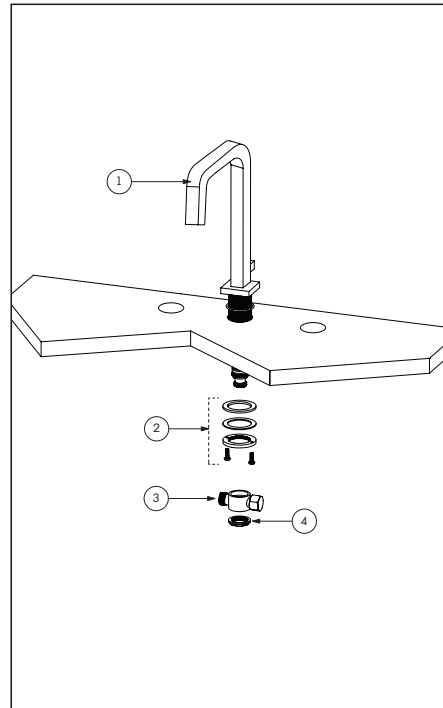

Fig.2
Insert the faucet (1) into the hole of your sink or countertop and secure with retainer kit (2). Install the joint "T" (3) in the base of the faucet and secure it in position using the ring fastener (4). Fig. 2.
Insérer le robinet (1) dans le trou du lavabo ou du comptoir et fixer le avec l'ensemble de retenue (2). Installer le joint en "T" (3) dans la base du robinet et le fixer en position à l'aide de l'anneau de fixation (4). Fig. 2.